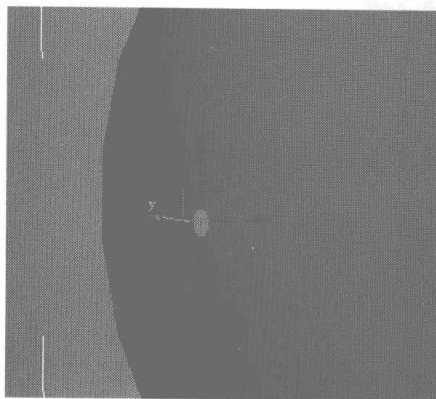

图 6.361
- 06 进入 Modify 控制面板中单击 按钮，切换为曲线编辑，在视图中选择圆形物体中间如图 6.361 所示的曲线，在 Edit Geometry 卷展栏中单击 按钮，添加一个封闭面。